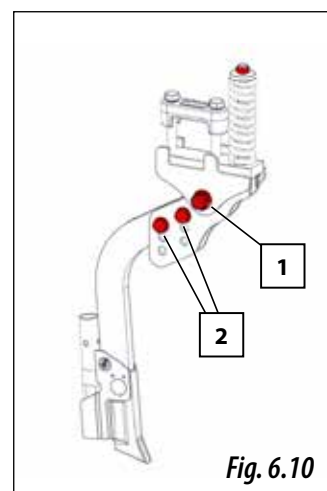

Fig. 6.10
- BRAZOS DE SIEMBRA REGULABLES EN ALTURA (Fig. 6.10)
Estos brazos están sujetos al soporte mediante un tornillo estampado SOLÀ (1, Fig. 6.10) provisto de tuerca autobloqueante, que al actuar sobre la misma se controla la holgura del brazo.
Estos brazos son regulables en 3 puntos de profundidad (Fig. 6.10), permitiendo bajar los brazos hasta 4,5 cm, para regular su altura:
- 1- Retirar los tornillos y las tuercas (2, Fig 6.10).